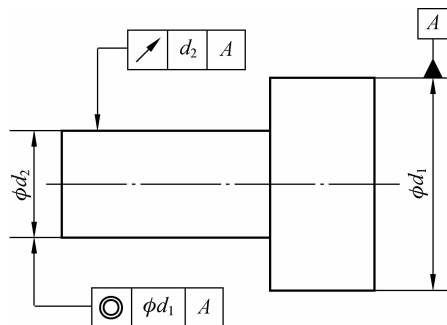

图 1-1-9 指引线
②几何公差的框格用带箭头的指引线把被测要素与公差框格相连,且箭头垂直指向被测要素,如图 1-1-9 所示。